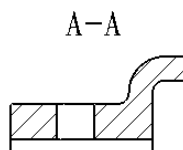

图 10.2.8 创建剖面视图 A-A
Step4. 放置视图。在右视图的下方放置剖面视图，在“剖面视图 A-A”对话框中单击 ☒ 按钮，完成剖面视图 A-A 的创建，结果如图 10.2.8 所示。